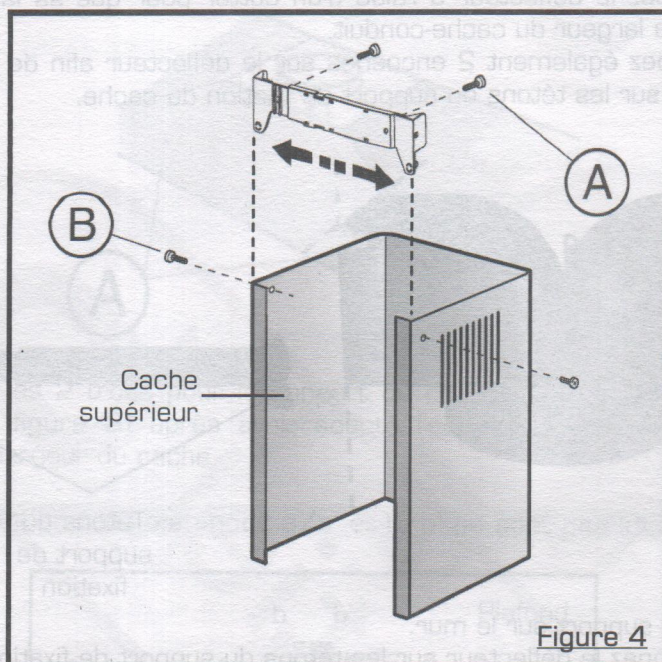

Figure 4
3. Vissez le cache supérieur sur le support à l'aide des 2 vis (B) figure 4.
16. Vissez le cache supérieur sur le support à l'aide des 2 vis (B) figure 4.
13. Vissez le cache supérieur sur le support à l'aide des 2 vis (B) figure 4.